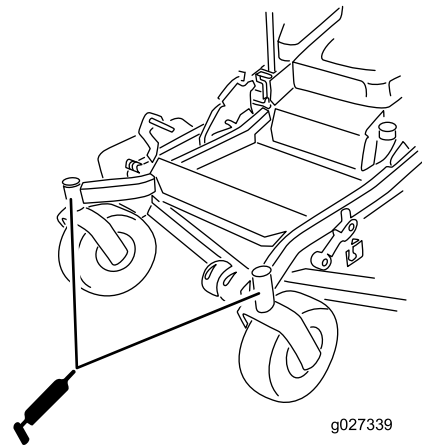

Figura 44
10. Instale el tapón hexagonal y la tapa (Figura 44).